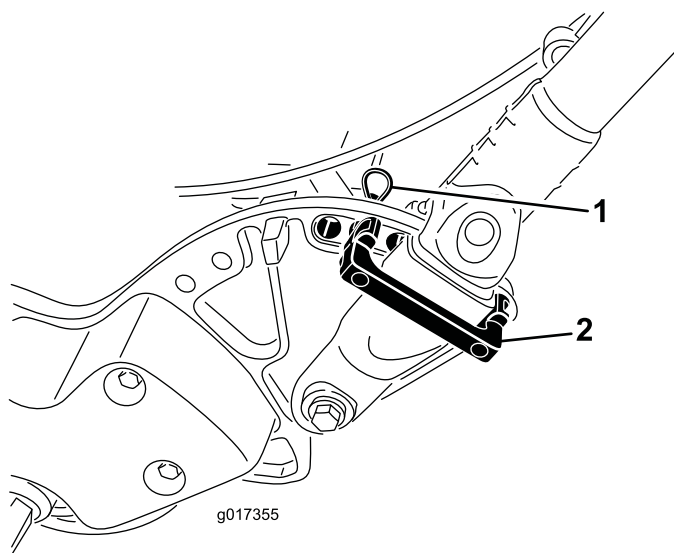

Figura 7
1. Sujete el manillar mientras retira los sujetacables que sujetan las abrazaderas a las chapas laterales (Figura 7).
2. Gire el manillar a la posición deseada, inserte un seguro de retención por encima de la abrazadera del manillar y a través de los taladros correspondientes de la chapa lateral (Figura 7).
3. Sujete la abrazadera con un pasador de horquilla (Figura 7).